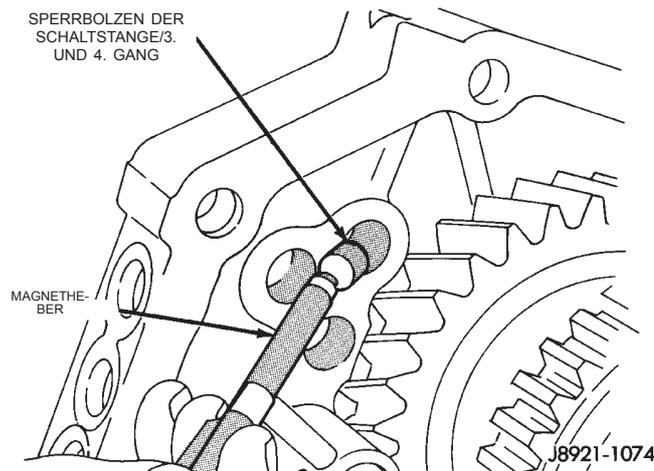

Abb. 72 Sperrbolzen der Schaltstange/3. und 4. Gang ausbauen
(24) Den Sperrbolzen der Schaltstange für den dritten und vierten Gang mit einem Magnetheber aus der Zwischenplatte herausziehen (Abb. 72).